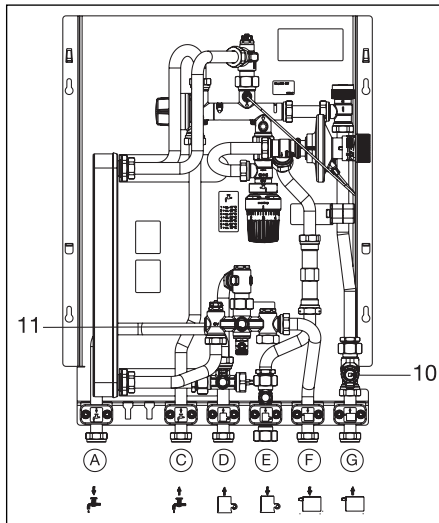

Abb. 7.1 Einbauposition Schmutzfänger
- Reinigen der Schmutzfänger (Abb. 7.1).